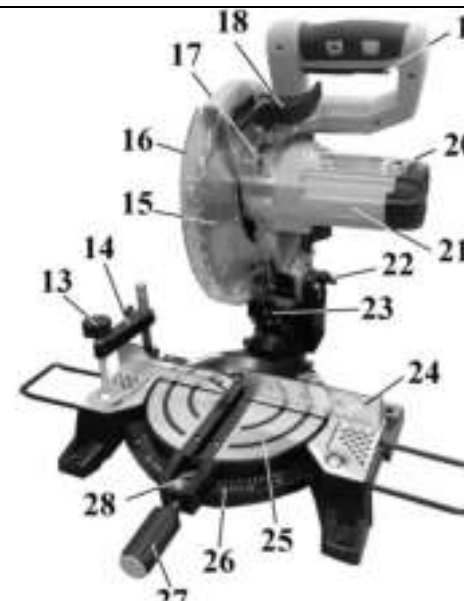

Рис. 2А
При переносе пилы полностью опустите рукоятку пилы (11) и зафиксируйте ее в нижнем положении с помощью штифта блокировки пилы в нижнем положении (22), Рис.2; 2А. Закрепите поворотный стол (25) с помощью ручки фиксации рабочего стола (27), Рис.2А. Для удобства переносите пилу, держа за ручку для переноски (9), Рис.3.
Слегка нажмите на рукоятку пилы (11), Рис.2, и оттяните штифт блокировки пилы в нижнем положении (22), Рис.2А. После этого пилу можно переместить в верхнее положение.
Вращением ручки поворота и фиксации рабочего стола (27) на 1-2 оборота против часовой стрелки ослабьте фиксацию положения рабочего стола (25) Рис.2А. За ручку поворота и фиксации рабочего стола (27) установите рабочий стол (25) в положение 0° по указателю (28) на шкале (26). Зафиксируйте положение ручкой (27), Рис.2А.
8.4. Установка удлинителей стола, (Рис. 2,4)
Рекомендуем закрепить пилу болтами на ровной и устойчивой поверхности верстака. Для этой цели в основании пилы выполнены четыре отверстия (12), Рис. 2. Это повысит безопасность работы и предотвратит опрокидывание пилы.